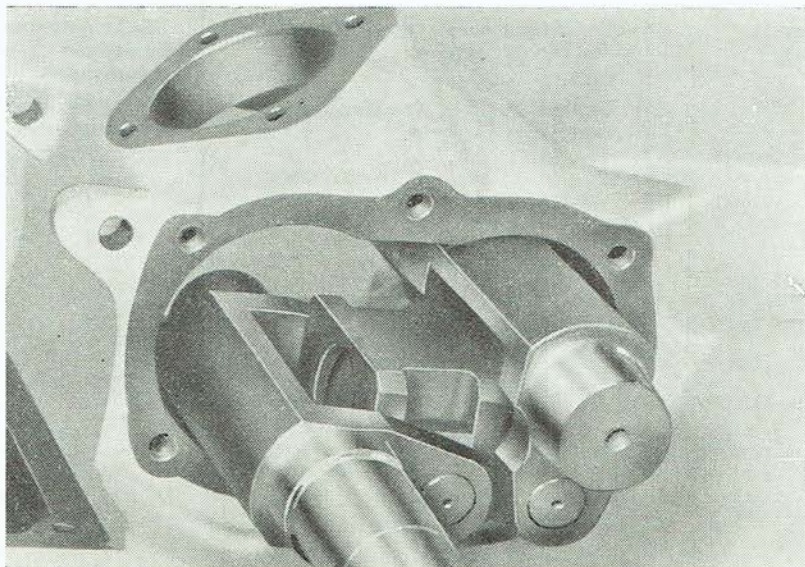

Abb. 87
6. Die rechte Lenkwelle ist so zu drehen, dass die obere Fläche der Lenkmutter in einer Ebene mit der gefrästen Fläche der Welle (Abb. 87) zu stehen kommt.
Der Ausbau des Lenkmechanismus wird auf Abb. 87 veranschaulicht. Die Montage ist in umgekehrter Reihenfolge vorgenommen.
Der eingebaute Lenkmechanismus ist auf Abb. 87 veranschaulicht.